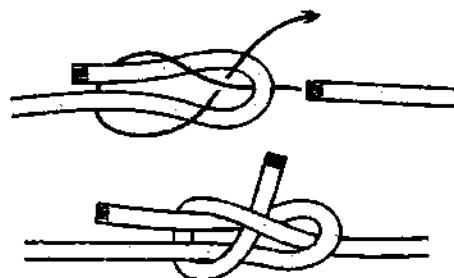

Рис. 884. 1-й способ вязки шкотового узла.
**1-й способ вязки шкотового узла.** Узел вяжется из петли. Ходовой конец одного троса ввязываются в петлю второго троса. Обнос петли должен (по К. Эшли) выполняться со стороны её ходового конца (рис. 884). Оба свободных конца должны смотреть в одну сторону, как у **прямого узла**.